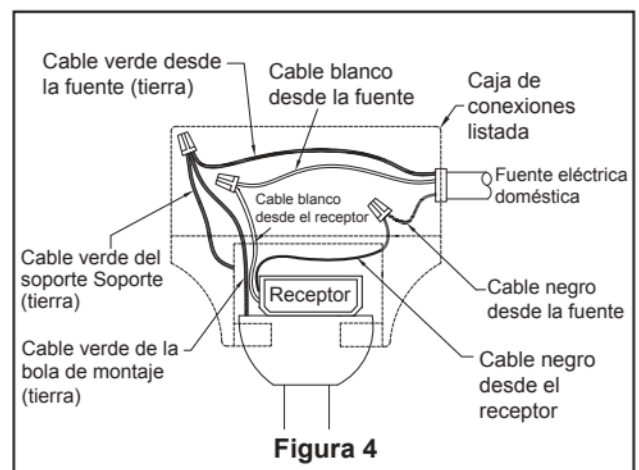

Figura 4
3. Después de hacer las conexiones, los cables deben separarse colocando el conductor conectado a tierra (blanco) y el conductor de tierra del equipo (verde) en un lado de la caja de conexiones, y el conductor no conectado a tierra (negro) en el otro lado. Luego, gira los cables hacia arriba y empújalos con cuidado dentro de la caja de conexiones, con los cables blanco y verde de un lado y los cables negros del otro. (Figura 4)